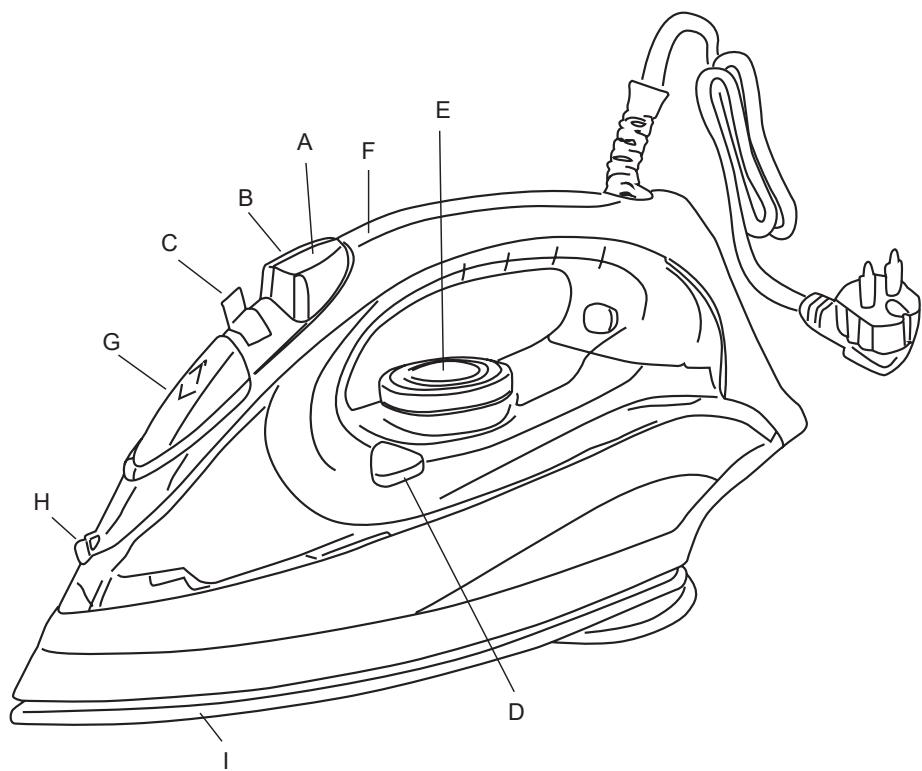

Fig 1.
- . Llenar el depósito respetando el nivel MAX (Fig. 1).